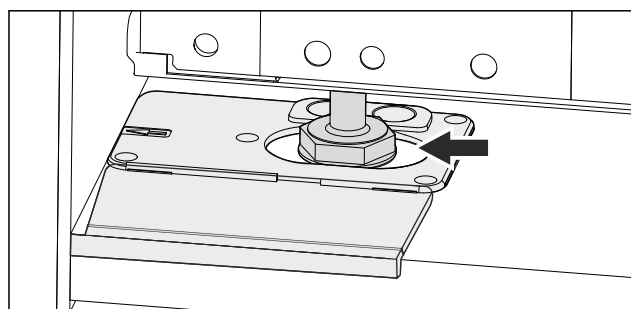

Fig. 49
- Regolare l'apparecchio sui piedi di regolazione. Fig. 49 ()